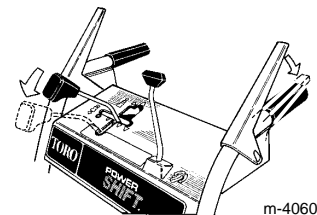

Figure 18
2. Pour changer la position des roues vers l'avant ou vers l'arrière, poussez à fond le levier de changement de vitesse vers l'avant en position Power Shift, et maintenez-le (Fig. 18).
3. Serrez à fond la commande de traction pour changer la position des roues (Fig. 18 et 19).